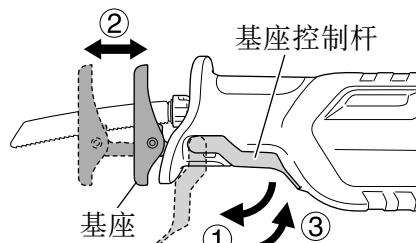

图 11
- (1) 断开开关, 拆下电池。
- (2) 顺时针扭转基座控制杆; 使基座滑至适宜位置。可将基座调至 5 个位置。
- (3) 逆时针扭转控制杆以固定基座。(图 11)
- (4) 请确保基座不会对刀刃产生干扰。